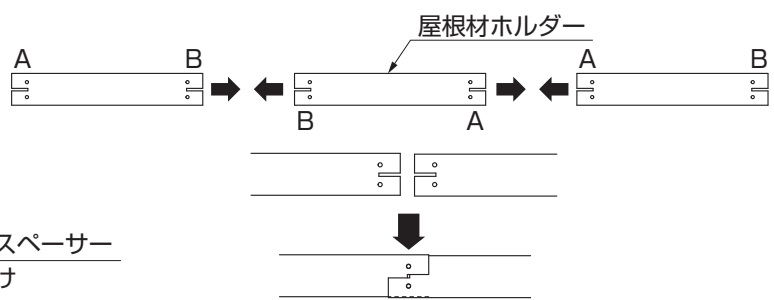

図6-10
- 2本目以後の取付けは、1本目の屋根材ホルダーと反対向きにして、切込み部分をかみ合わせるように取付けてください。（図6-10参照）